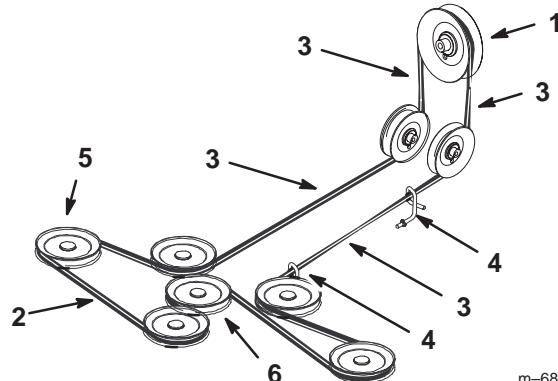

Figure 72
5. Installez la courroie neuve autour des poulies d'axe et de la poulie de tension du plateau de coupe, dans les guides de courroie, dans l'ensemble bras de tension arrière et l'embrayage (Fig. 72).
Important Vérifiez le virement de la courroie entre les poulies. Il doit être conforme aux spécifications de la Figure 72.